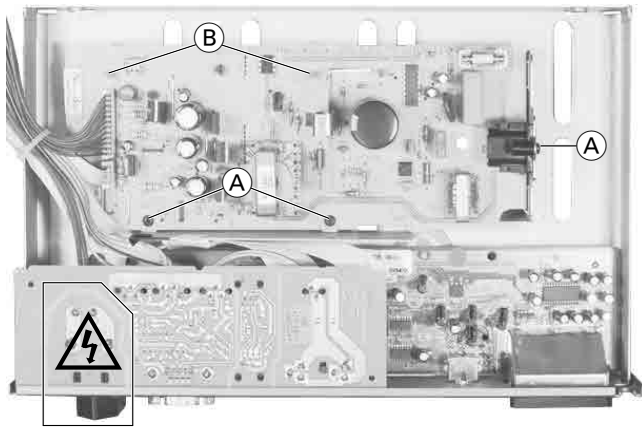

Fig. 1
- 3 Schrauben **A** (Fig. 1) herausdrehen.
- 2 Rastnasen **B** (Fig. 1) lösen und Netzteil herausnehmen.
Achtung: Bei Inbetriebnahme auf die Netzanschlussbuchse **A** der Adapterplatte RS232 (optional) achten (Fig. 1).
- Undo 3 screws **A** (Fig. 1).
- Disengage the 2 locking lugs **B** (Fig. 1) and remove the Power Supply.
Attention: When putting the set into operation, observe the mains connection socket **A** on the Adapter Board RS232 (optional, Fig. 1).